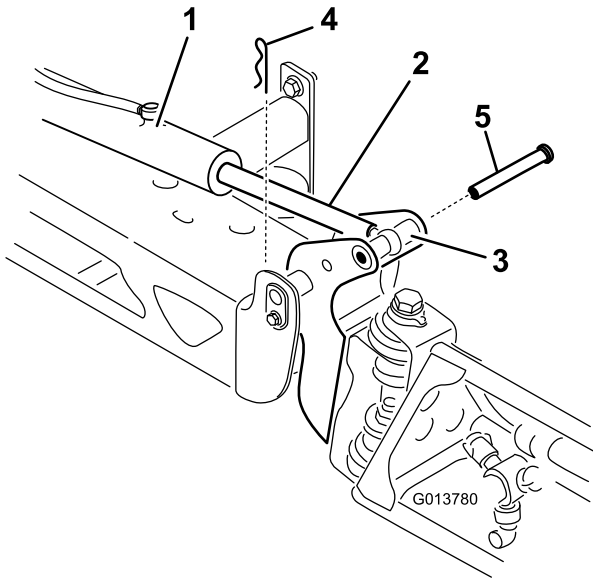

图 108
2. 从枢轴销图 108上拆下开口销。
3. 向上提起喷洒臂拆下柱销图 108然后将喷洒臂慢慢放到地面上。
9. 支撑住喷洒臂将柱销插入喷洒臂枢轴和杆端图 108。